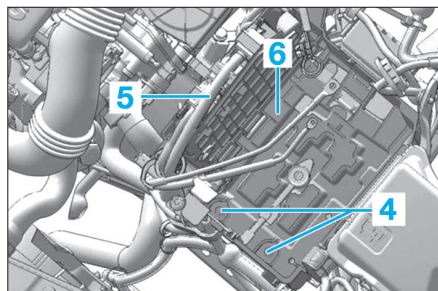

Fig. 2
- le résonateur d'admission (2),
- le cache de la batterie (3),
- Déposer les vis de fixation (4) du support (Fig.2).